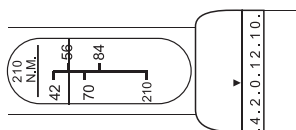

Abb. 1
- Stellen Sie die Hauptskala auf den Wert mit dem Querstrich „56“ und die Feineinstellung auf „0“. Der Drehmomentschlüssel ist jetzt auf 56 Nm eingestellt (Abb. 1).